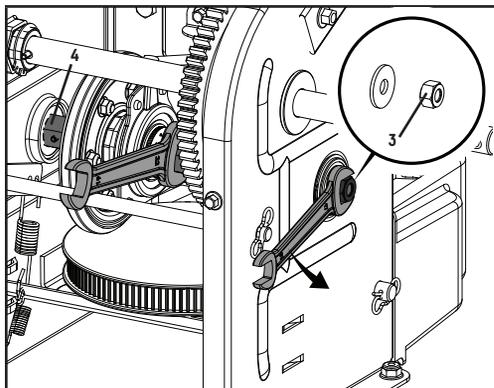

Figure 50
4. Enlevez prudemment l'écrou hexagonal M10 (3) qui fixe l'arbre hexagonal (4) au châssis de la souffleuse à neige, puis tapotez doucement sur l'extrémité de l'arbre pour déloger le roulement à billes du côté droit du châssis. (figure 50).